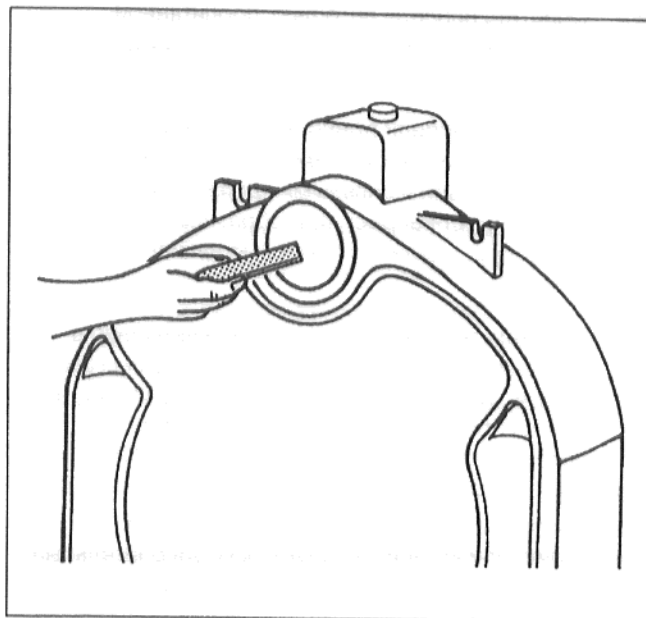

рис. 8
- В случае наличия заусенцев на ступицах обработать их напильником (рис. 8).